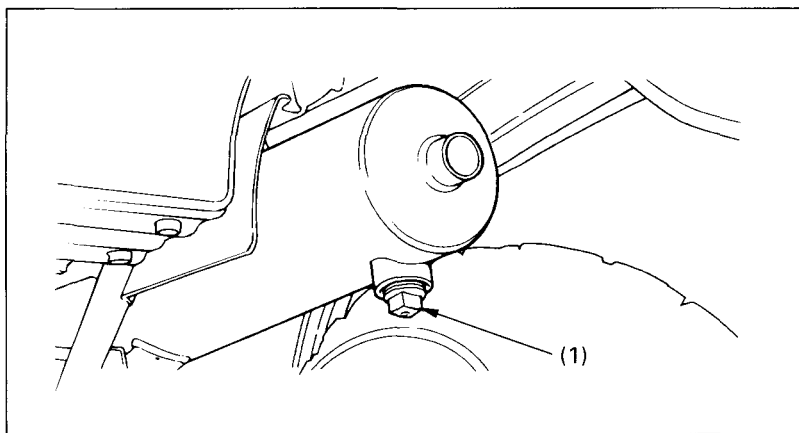

Fig. 4-36
2. Remove the bolt. (Fig. 4-36)